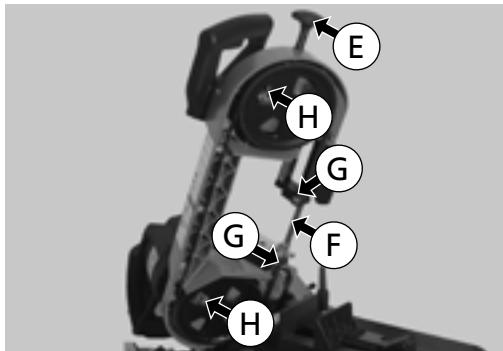

Abb. 50
5. Das Sägeband soweit wie möglich durch Verdrehen des Spannknopfes (E) nach links lockern (Abb. 50).
6. Das Sägeband aus den Führungen nehmen und um die Rollen (H) schieben (Abb. 50).